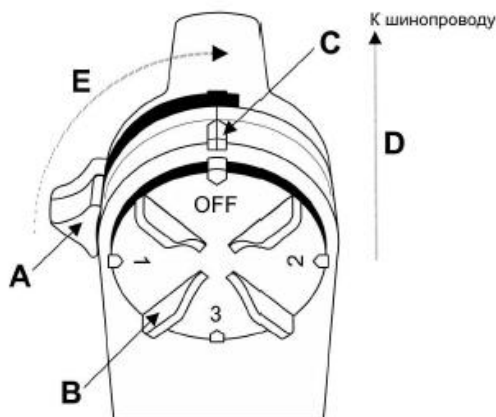

Рис. 4.1. Схема установки адаптера светильника в шинпровод.
3. Убедитесь, что фиксирующий рычаг «А» адаптера светильника находится в исходном положении: повернут до упора в сторону, в положение, перпендикулярное оси адаптера (рис. 4.1). В этом случае, стопорящий захим уходит